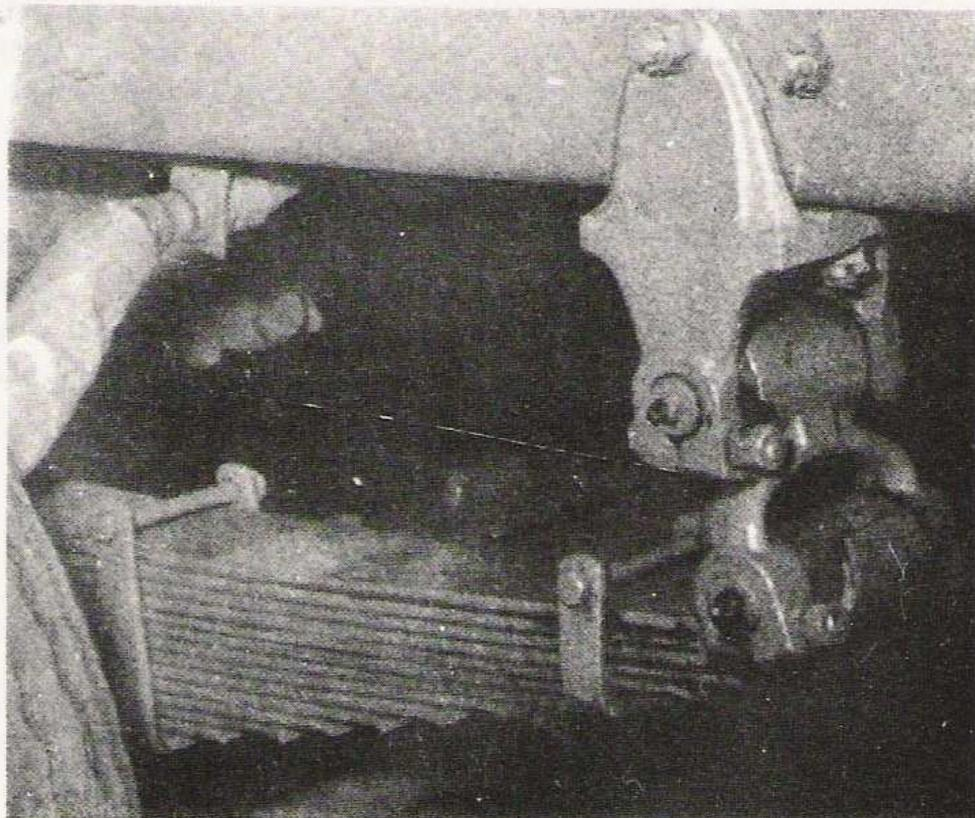

Fig. 12.2. - Suspensión posterior
12.4 APRIETE DE LOS ABARCONES DE LAS BALLESTAS (fig. 12.2)